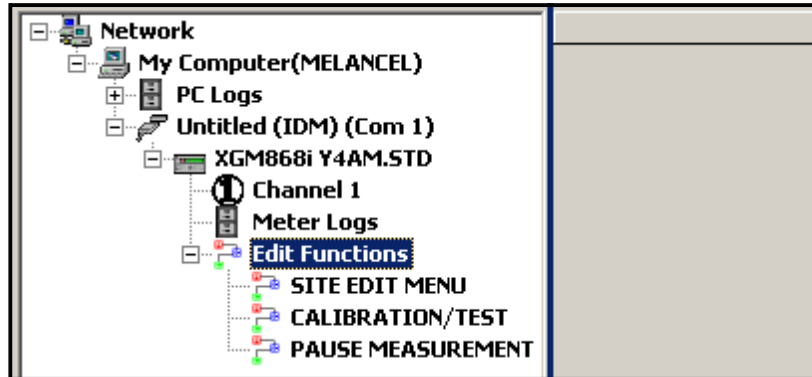

Figura 40: Menù dell'opzione Modifica funzioni
2. Espandere l'opzione Modifica funzioni. La finestra appare ora simile a quella mostrata nella Figura 40 a pagina 87.